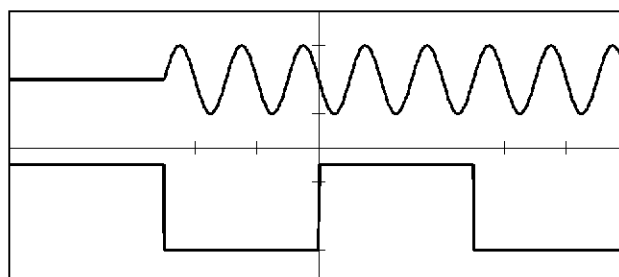

図 8-11 コンティニュアス、Neg の波形
18. 図 8-11 のように、トリガ信号の下がりエッジから連続して正弦波信号が出力していることをオシロスコープで確認します。